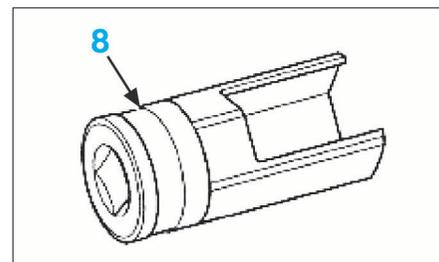

FIG. 8
- Débrancher la canalisation (7) entre l'émetteur et le réservoir de liquide de frein.
- Déposer l'émetteur en le tournant d'un quart de tour dans le sens antihoraire (fixation de type baïonnette) à l'aide de l'outil (8) (Emb. 1596 : douille de 24 mm ouverte sur un tiers de son pourtour) (Fig.8).